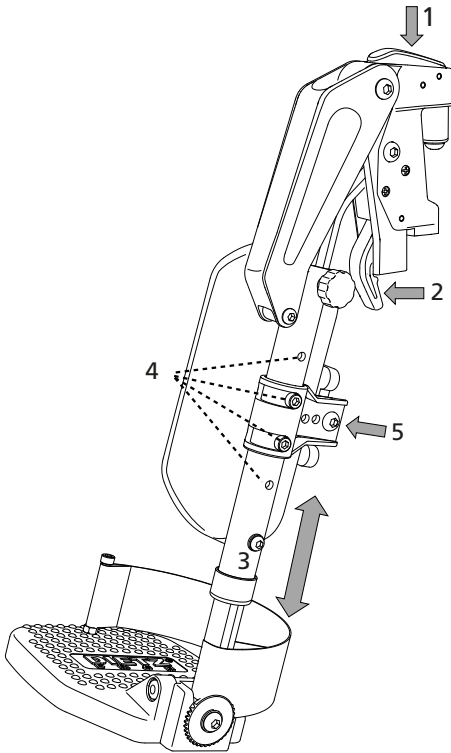

Abb.52
3. Um die Tiefe der Wadenpolsterauflage zu verstellen lösen Sie die Sechskantschraube (5, Abb. 52) und verwenden eines der verbleibenden zwei Bohrlöcher für die Fixierung.